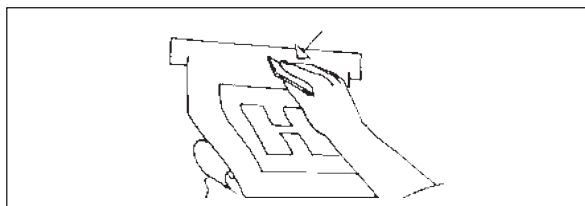

Fig. 12
5. Tenere la grafica lontano dalla superficie con una mano e lasciare che tocchi l'adesivo solamente quando viene spatolata. Fig.12